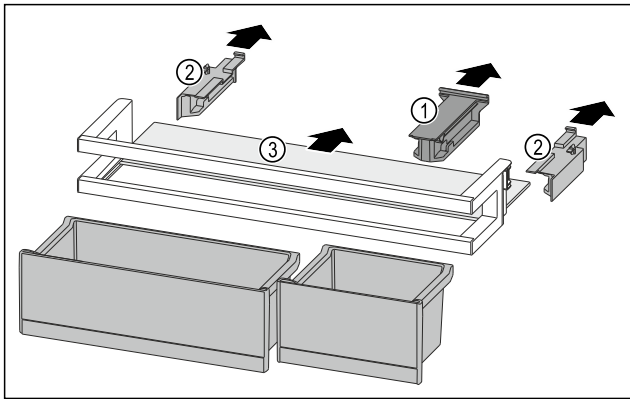

Fig. 240
- ▶ Halteteil Fig. 240 (1) abziehen.
- ▶ Seitenteile Fig. 240 (2) abziehen.
- ▶ Abstellfläche Fig. 240 (3) entnehmen.